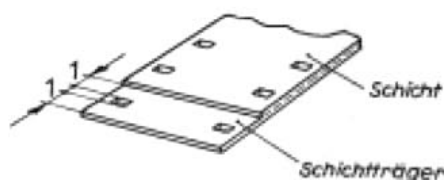

Bild 11
1. Beide Filme etwa 1 mm vor den Perforationslöchern quer durchschneiden. (Siehe Bild 11).